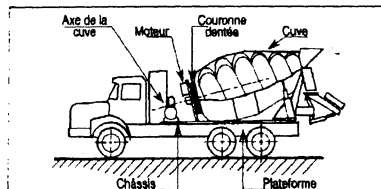

Fig. 3 - Camion toupie
- fabriqué en usine puis transporté prêt à l'emploi au chantier par camions toupies (fig. 3).